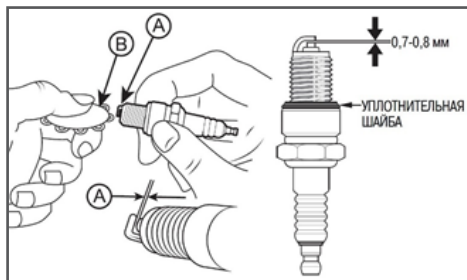

Рис. 17 Обслуживание свечи зажигания
4. Измерьте зазор А между электродами свечи зажигания специальным щупом В (Рис. 17). Зазор должен быть  $0,7-0,8$  мм. При увеличении или уменьшении требуемого зазора, рекомендуется заменить свечу, так как регулировка зазора может привести к изменению качества искрообразования.